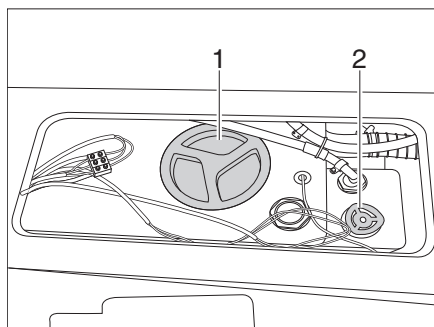
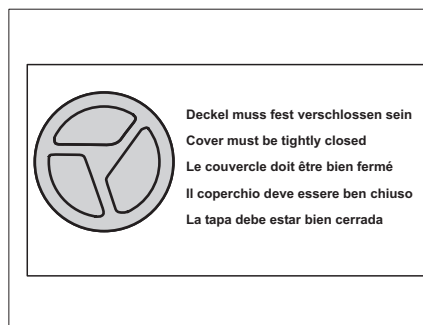
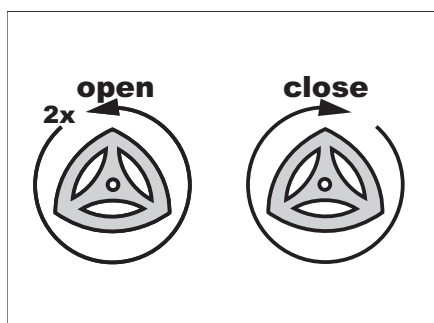
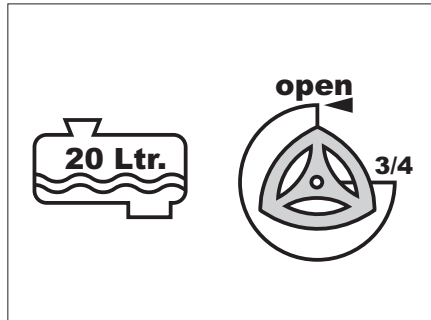

Fig. 121 Réservoir d'eau
Fig. 122 Panneau d'avertissement du couvercle de fermeture
Fig. 123 Remplissage - vidange du réservoir d'eau
Fig. 124 Remplissage maximal de 20 l
- ▶ Le réservoir d'eau comporte 2 couvercles de fermeture (Figure 121, 1). Vérifiez avant le trajet si les **deux** couvercles de fermeture sont fermés. Tenir compte du panneau d'avertissement (Figure 122).
- Tourner la molette de réglage (Figure 121, 2) dans le sens des aiguilles d'une montre jusqu'à la butée. L'ouverture de vidange du réservoir d'eau est fermée.
- Revisser le couvercle de fermeture (Figure 121,1) sur le réservoir d'eau.
- Tourner la molette de réglage (Figure 121, 2) de 2 tours dans le sens inverse des aiguilles d'une montre (voir également Figure 123). L'ouverture de vidange du réservoir d'eau s'ouvre et l'eau est vidangée.
- Tourner la molette de réglage (Figure 121, 2) de 3/4 tour dans le sens inverse des aiguilles d'une montre. L'eau fraîche s'écoule jusqu'à 20 litres (voir également Figure 124).
- Revisser le couvercle de fermeture (Figure 121, 1) sur le réservoir d'eau.
- Tourner la molette de réglage (Figure 121, 2) de 2 tours dans le sens inverse des aiguilles d'une montre.